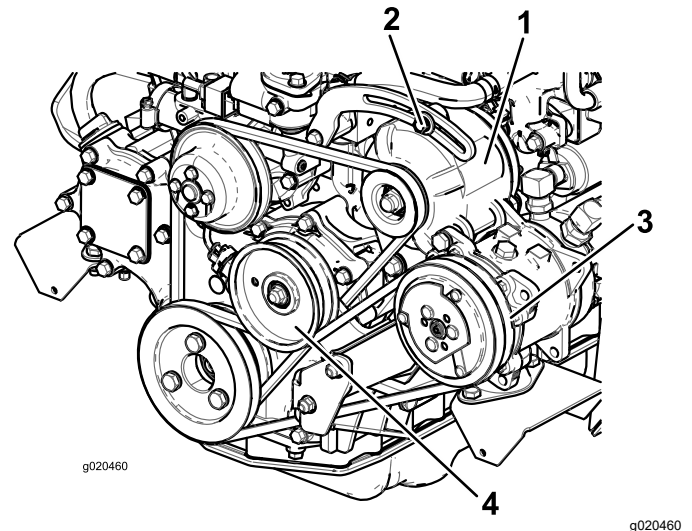

Figura 79
Si la desviación no es de 10 mm, afloje los pernos de montaje del alternador (Figura 79).
2. Si la desviación no es de 10 mm, afloje el perno de montaje de la polea tensora (Figura 79).